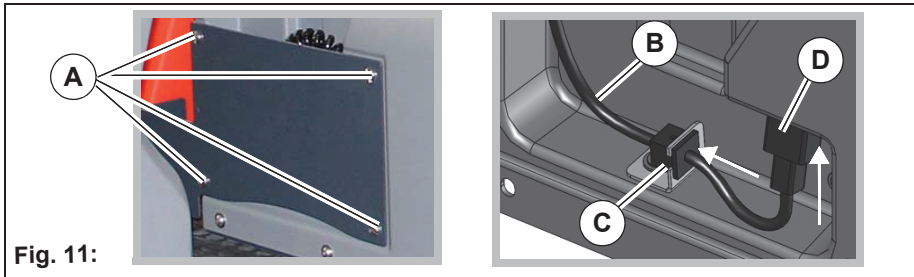

Fig. 11:
1. Desserrer les vis de la plaque de recouvrement **Fig. 11-A** avec la clé Allen fournie et retirer la plaque de recouvrement.
2. Faire passer le câble de la fiche d'alimentation **Fig. 11-B** dans l'orifice dans l'équerre **Fig. 11-C**. S'assurer que le côté de l'élément de décharge de traction sans ergot d'encliquetage soit orienté vers l'avant en direction de l'ouverture.
4. Enfoncer la fiche d'alimentation **Fig. 11-D** bien droite et à fond dans la prise.